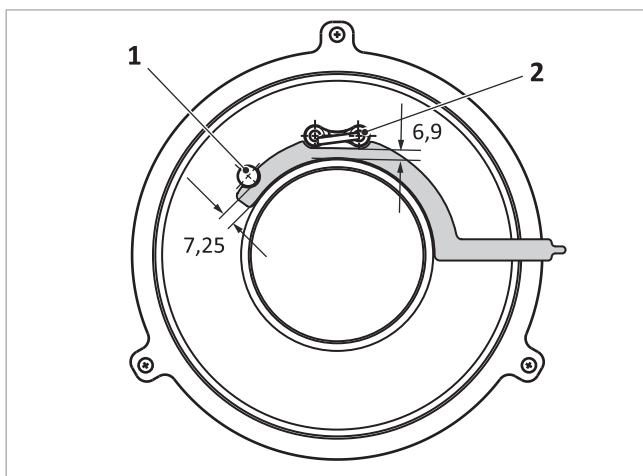

Abb. 32: Abstände Ionisations- und Zündelektrode zum Brennerflansch
- Ionisationselektrode → Abb. 32 (1): 7,25 mm
- Zündelektrode → Abb. 32 (2): 6,9 mm